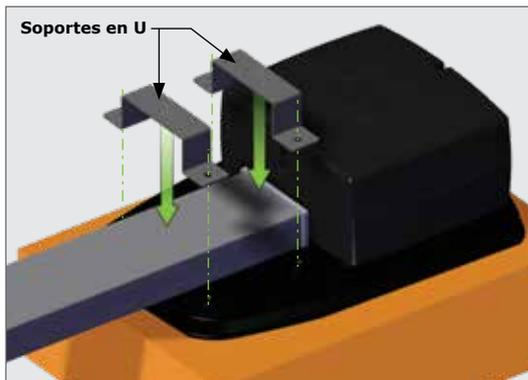

FIGURA 9
4. Coloque los dos soportes en U en colóquelo sobre los cuatro orificios que se encuentran en la unidad principal (Figura 9).